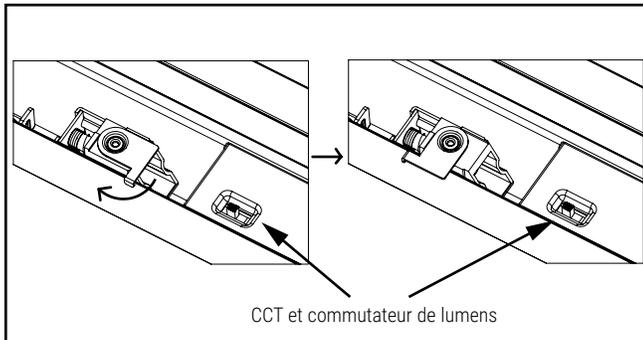

Figure 6.
3. Tournez et glissez les loquets pour dégager le support de montage, puis retirez le support de montage des luminaires (voir la figure 6).
11. Pour retirer du plafond, tournez les leviers de verrouillage comme illustré à la figure 6, puis glissez-les vers l'extérieur et loin du centre. Le luminaire devrait descendre du côté du levier de verrouillage.
3. Tournez et glissez les loquets pour dégager le support de montage, puis retirez le support de montage des luminaires. Voir les figures 6 et 7.
3. Pour les luminaires 1x4, 2x2, 2x4 et 6x4, tournez et glissez les loquets pour dégager le support de montage, puis retirez le support de montage des luminaires (voir les figures 6 et 7). Pour les luminaires 1x1 et 1x2, dégagez le support de montage et assurez-vous que les longues à ressort sont connectées au support (voir la figure 3) avant de reconnecter le support. Tirez sur le support pour vous assurer qu'il est verrouillé.